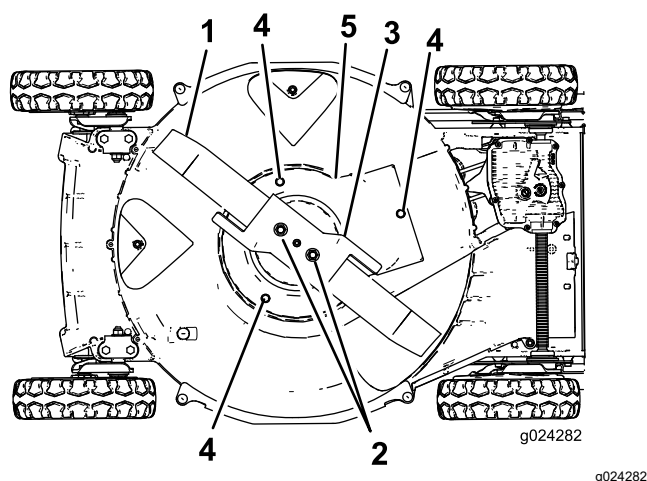

Figure 39
6. Enlevez les 2 écrous de lame, l'accélérateur et la lame (Figure 39).
7. Retirez les vis qui fixent la protection du débrayage du frein de lame au carter du tablier de coupe (Figure 39).